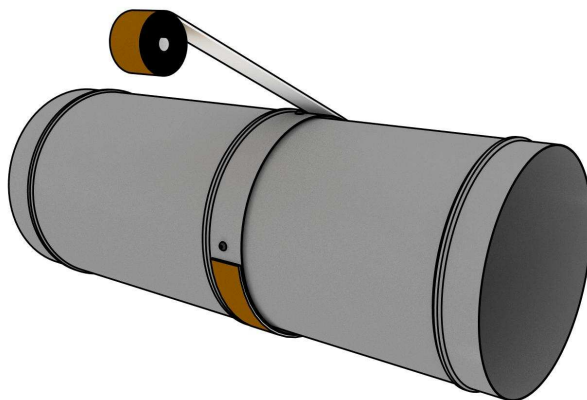

Рис.1
3.1.3. Измерьте толщину стены, раздвиньте телескопический канал на эту длину. Оклейте, зафиксируйте стык между гильзами с помощью 2-3 слоев скотча. (см. рис.1) Тщательно скрепите гильзы между собой с помощью 3 – 4 заклепок диаметром 3-4 мм и длиной 10мм. Заклепки должны быть установлены изнутри гильзы, равномерно по диаметру на расстоянии не менее 405 мм от ее «комнатного», меньшего по диаметру, конца, так, чтобы заклепки не мешали далее установке прибора в гильзу.